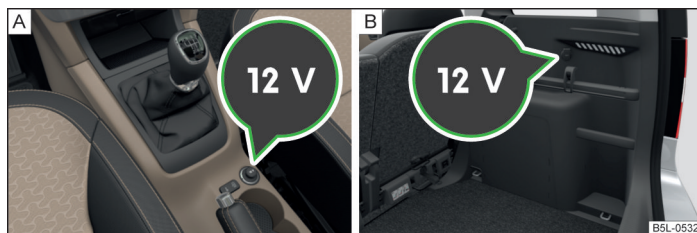

Fig. 64 Enchufe de 12 voltios: en la consola central delantera / en el maletero
En la consola central delantera » fig. 64 - **A**.
En el maletero » fig. 64 - **B**.
- Retire la cubierta del enchufe » fig. 64 - **A** o abra la cubierta del enchufe » fig. 64 - **B**, respectivamente.